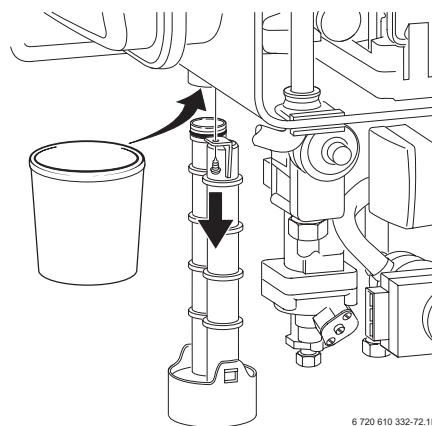

Fig. 85
- ▶ Svitare il sifone di raccolta condensa e metterci sotto un recipiente adatto, come da fig. 85.
- ▶ Svitare completamente il sifone di scarico condensa (vedere pag. 43, Fig. 85) e controllare che il passaggio dello scambiatore primario non sia ostruito.